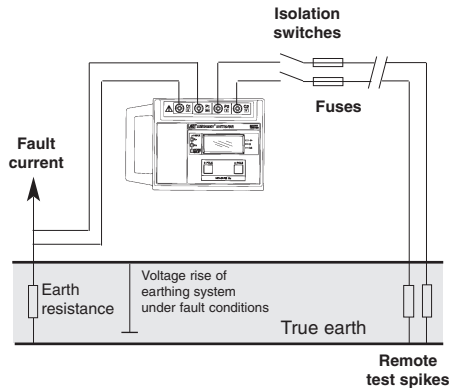

Fig. 3 A method of disconnection where fault conditions may occur
- c) The P2 and C2 (for S and H) terminals must be connected to an isolation switch, whose rating will cope with the maximum fault voltages (refer to Fig.3).
- h) If a fault occurs while a test is being made the instrument may be damaged. Incorporating fuses at the isolation switch, of rating 100 mA and able to cope with the maximum fault voltage, will provide some protection for the instrument (See fig. 3).
- c) Les bornes P2 et C2 (ou S et H) doivent être reliées à un rupteur qui a les capacités nominales suffisantes pour résister aux tensions anormales maximales (voir Fig. 3).
d'un essai, l'instrument risque d'être endommagé. L'intégration, au niveau du rupteur, de fusibles de 100 mA en mesure de résister à la tension anormale maximale permettra à cet instrument de bénéficier d'une certaine protection (voir Fig. 3)